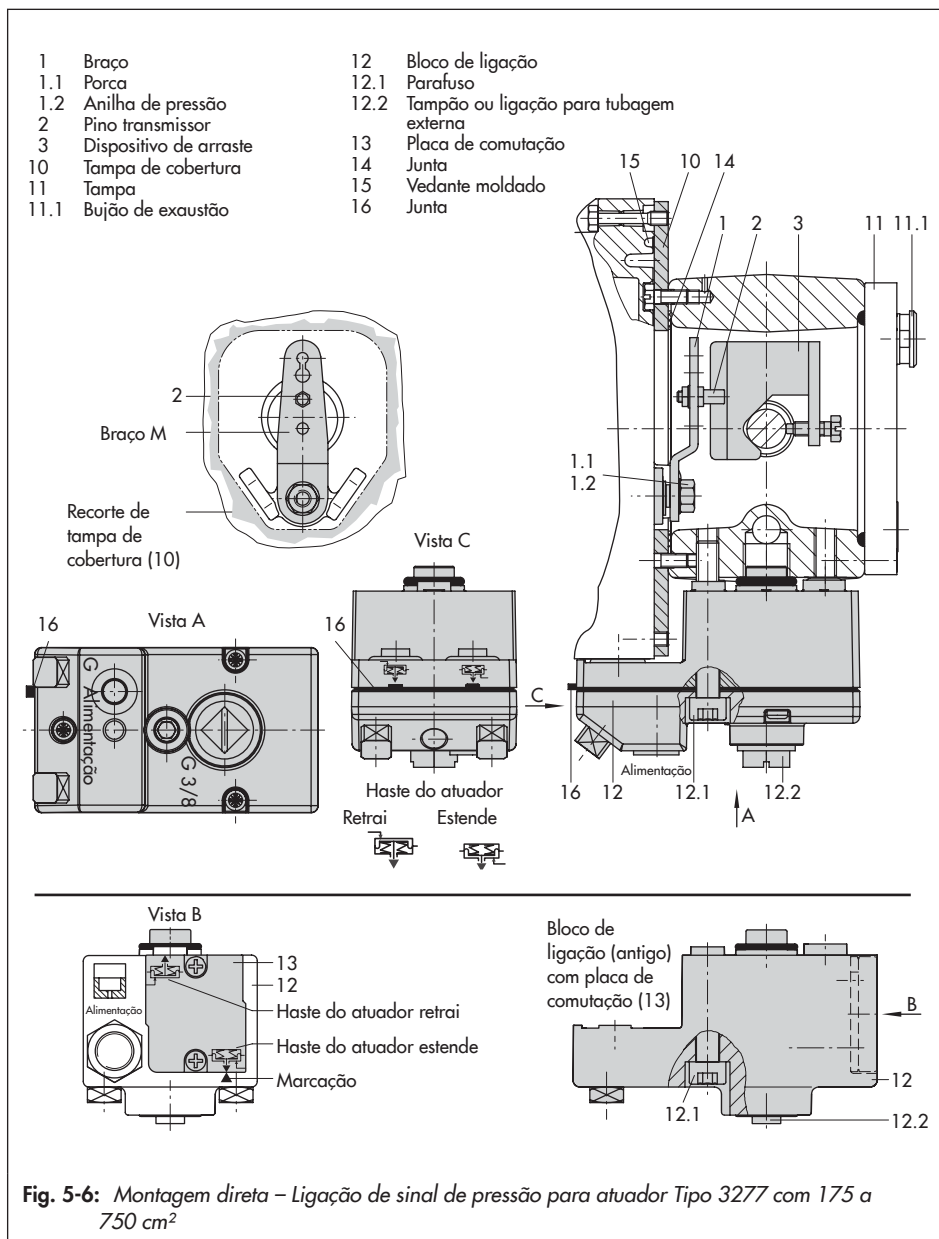

Fig. 5-6: Montagem direta – Ligação de sinal de pressão para atuador Tipo 3277 com 175 a 750 cm²
Atuadores com áreas efetivas de 175 a 750 cm² (consulte Fig. 5-6)
1. Coloque o dispositivo de arraste (3) na haste do atuador, alinhe e aperte firmemente de modo a que o parafuso de montagem fique localizado na ranhura da haste do atuador.
2. Monte a tampa de cobertura (10) com o lado estreito do recorte (Fig. 5-6, à esquerda) direcionado para a ligação do sinal de pressão. Certifique-se de que a junta (14) fica direcionada para a arcada do atuador.
3. Para atuadores com 355, 700 ou 750 cm², retire o pino transmissor (2) no braço M (1) na traseira do posicionador da posição de pino 35, reposicione-o no orifício para a posição de pino 50 e aperte firmemente. Ao fazê-lo, segure o braço ao meio para garantir que não assenta nas paragens finais. Para atuadores de 175, 240 e 350 cm² com curso de 15 mm, mantenha o pino transmissor (2) na posição de pino 35.
4. Insira o vedante moldado (15) na ranhura da caixa do posicionador.
5. Coloque o posicionador na tampa de cobertura de forma a que o pino transmissor (2) assente no topo do dispositivo de arraste (3). Ajuste o braço (1) em conformidade e abra a tampa do posicionador para manter o veio do posicionador em posição adequada com o botão de pressão rotativo. O braço (1) deve assentar no dispositivo de arraste com a força da mola.
A versão anterior do bloco de ligação (Fig. 5-6, em baixo) requer que a placa de comutação (13) seja rodada de modo a alinhar o símbolo do atuador com a seta.
7. Coloque o bloco de ligação (12) com os vedantes associados contra o posicionador e a arcada do atuador e aperte utilizando o parafuso (12.1). Para atuadores com ação de segurança "haste do atuador retrai", retire também o tampão (12.2) e monte o tubo externo do sinal de pressão.
8. Monte a tampa (11) do outro lado.